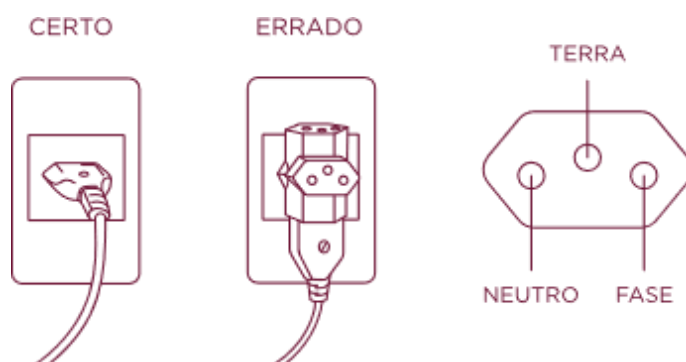

Figura 1-Especificações da tomada.
**Para utilização deste equipamento em países onde o padrão de plugue diferir do modelo representado na Figura 1, deve-se desmontar o plugue e instalar o modelo com aterramento homologado pela legislação local.**